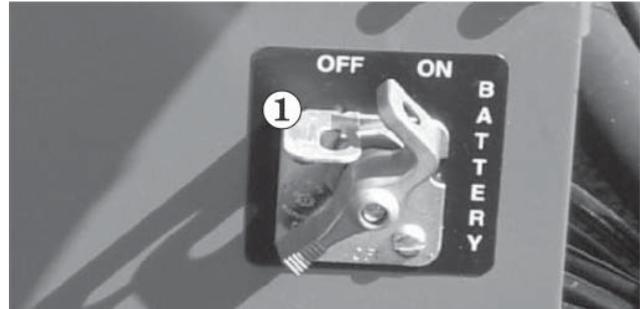

Abb. 9.7
1. Schalten Sie den **Batterieschalter** ① aus (siehe Abb. 9.7).